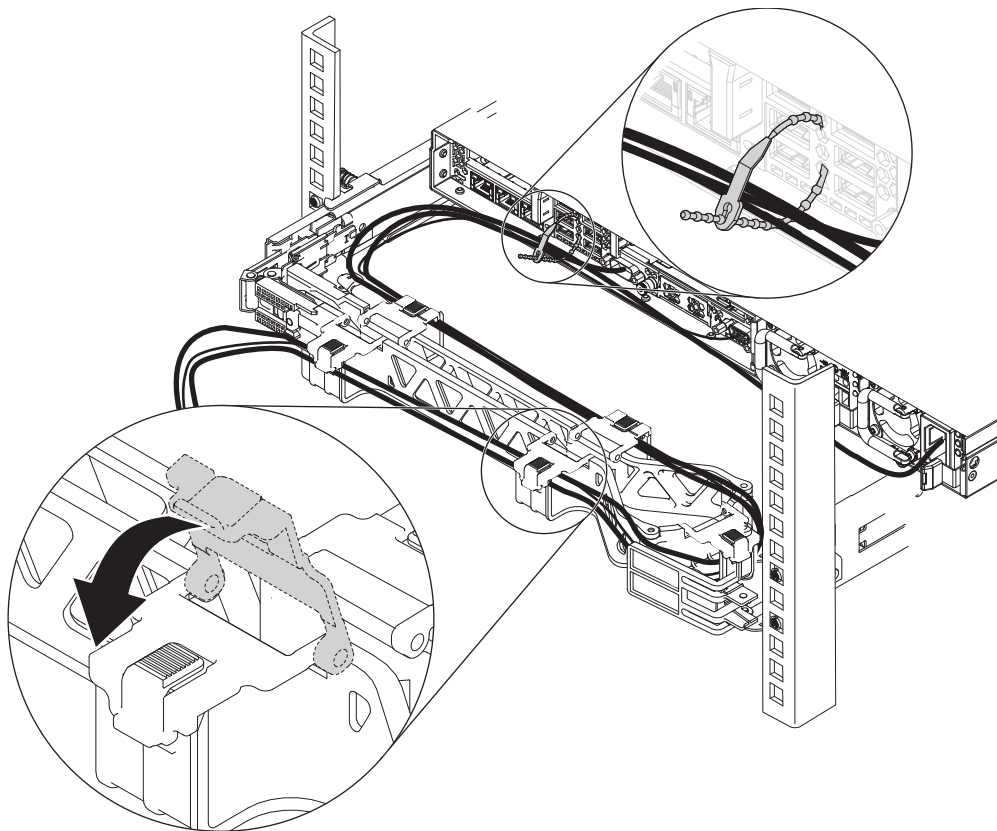

図 25. ケーブルの接続と配線
6. 31 ページの図 25 に示すように、ケーブルを接続し、配線します。